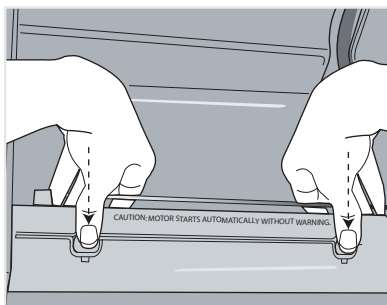

Fig. 12
- Avec les pouces, appuyer sur les deux boutons situés sur le boîtier du moteur afin de dégager le râteau (Fig. 12).